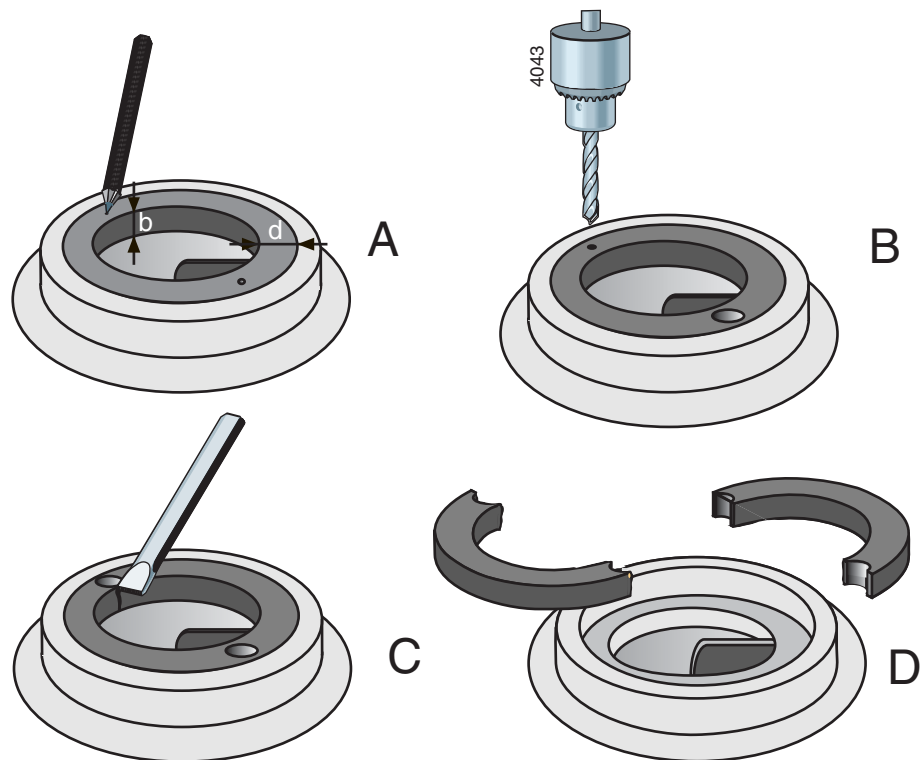

Abbildung 14: Entfernen des Spaltrings.
- 1 Die Dicke (d) und Breite (b) des Ringes messen, siehe Abbildung 14 A.
- 2 An zwei einander gegenüberliegenden Stellen in der Mitte des Rands des Ringes ein kleines Zentrierloch schlagen, siehe Abbildung 14 B.
- 3 Mit einem Bohrer mit einem etwas kleineren Durchmesser als der Dicke (d) des Ringes zwei Löcher in den Ring bohren, siehe Abbildung 14 C. Nicht tiefer als die Dicke (d) des Rings bohren. Achten Sie darauf, dass der Passrand des Pumpengehäuses nicht beschädigt wird.
- 4 Danach mit einem Meißel die restliche Ringdicke durchschlagen. Der Ring kann jetzt in zwei Teilen aus dem Pumpengehäuse herausgenommen werden, siehe Abbildung 14 D.